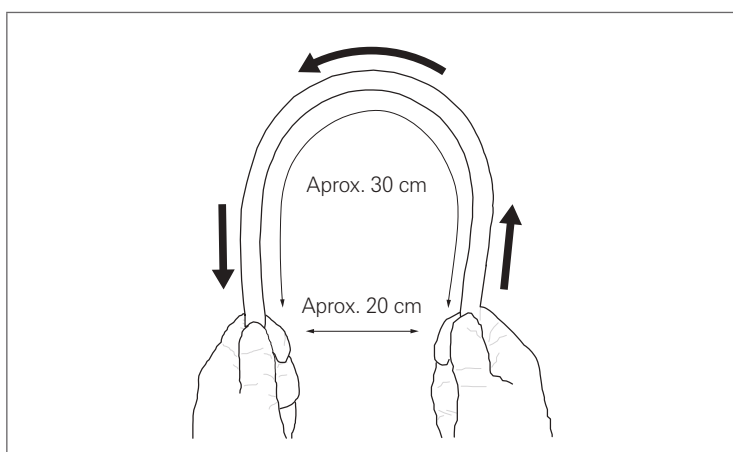

Figura 3.7
9. Folosind ambele mâini, îndoiti tubul de inserție sub forma unui arc, după cum este ilustrat în Figura 3.7. Prin glisarea tubului de inserție în direcția săgeții din Figura 3.7, asigurați-vă că întregul tub de inserție poate fi îndoit uniform și ușor, sub forma unui arc.